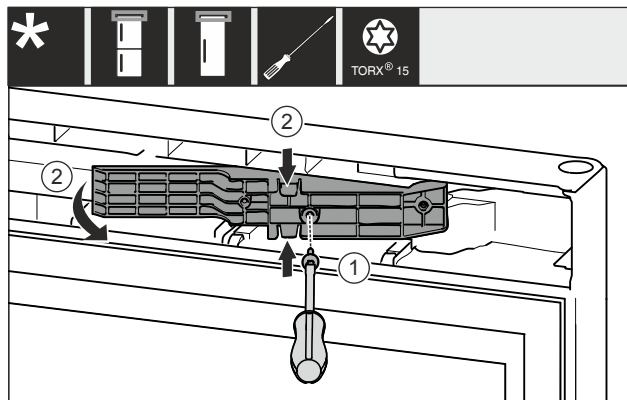

Fig. 12 *
- ▶ С отвертка T15 развийте винтовете. Fig. 12 (1)*
- ▶ Изтеглете адаптерния елемент. Fig. 12 (2)*